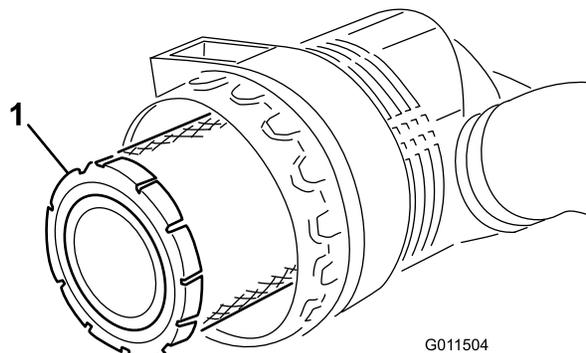
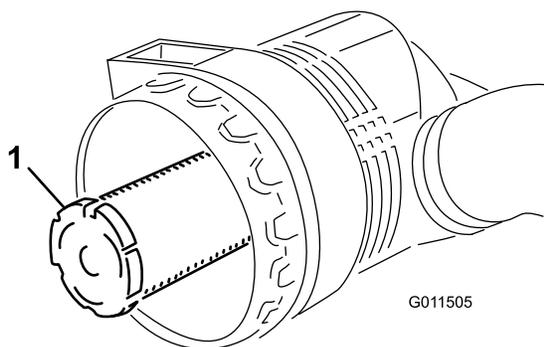

Figura 48
Figura 49
- Togliete il filtro primario dell'olio (Figura 48). Si sconsiglia la pulizia dell'elemento usato, per evitare il rischio di danneggiare l'elemento filtrante. Controllate il filtro nuovo e accertatevi che non sia stato danneggiato durante la spedizione, in particolare l'estremità di tenuta del filtro ed il corpo. Non usate l'elemento se è avariato. **Non** togliete il filtro di sicurezza (Figura 49).
Importante: Non cercate mai di pulire il filtro di sicurezza (Figura 49). Sostituitelo con uno nuovo ogni tre revisioni del filtro primario.
- Sostituite il filtro primario dell'olio (Figura 48).